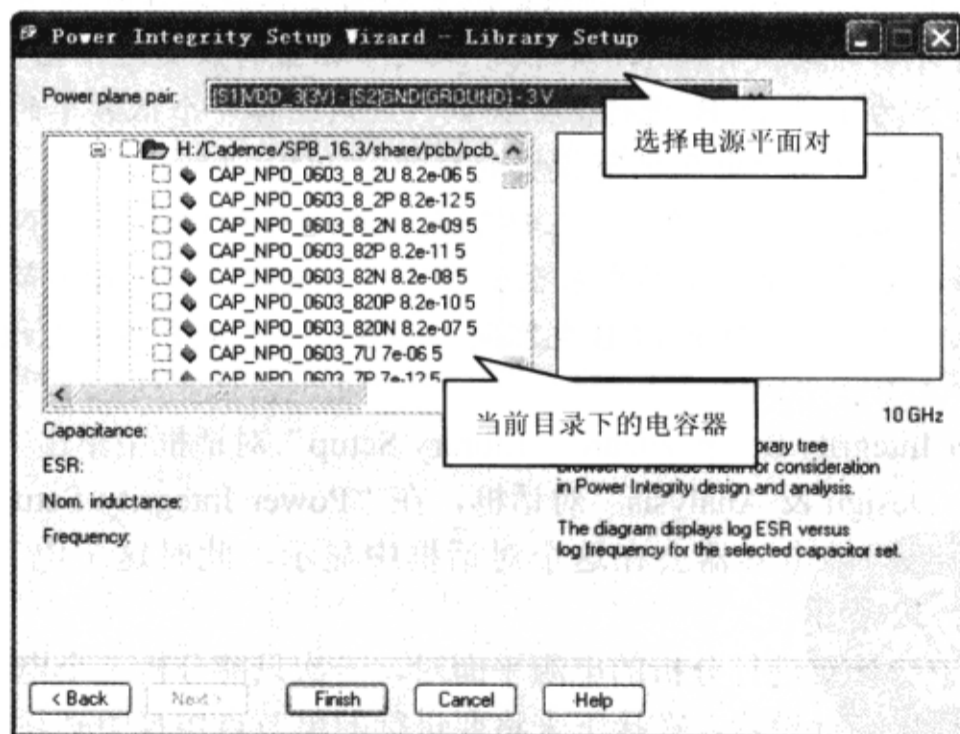

图 7-12-50 电容库中的电容
(3) 在“Power plane pair”栏中选择 “[S1]VDD\_3 (3V) - [S2]GND (GROUND) - 3V”。在对话框左边的元件库列表中，单击 H:/Cadence/SPB\_16.3/share/pcb/pcb\_lib/np0\_0603\_caps 目录下电容库旁边的加号，就会显示这个库中所有的电容元件，如图 7-12-50 所示。